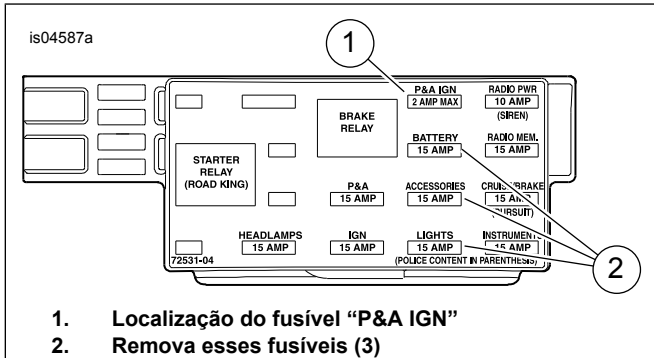

Figura 13. Cavidade de fusível "P&A IGN" (modelos Touring anos 2004 a 2007)
3. **Modelos ano 2004 a 2007:** Veja a figura 13. Localize a cavidade de fusíveis marcada com "P&A IGN", "2A MAX" (1). Remova os três fusíveis (2) atualmente instalados nesta fileira, anotando a sua localização.